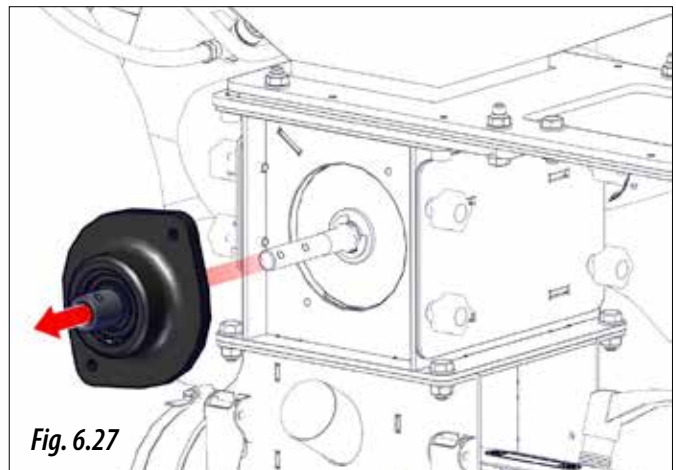
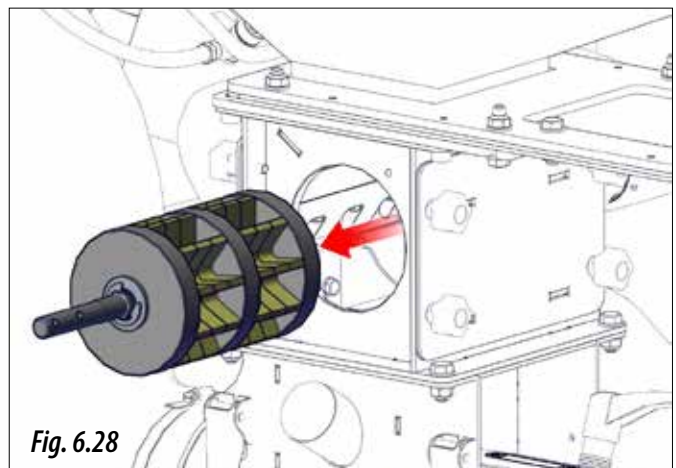

Fig. 6.27
Fig. 6.28
- 3- Sacar el apoyo lateral (Fig. 6.27) y extraer el rodillo (Fig. 6.28).
- 1- Introduzca el «cuentagranos» (Fig. 6.27) en el saco de semilla para llenarlo.